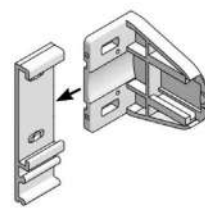

рис. 3
2. Вставить кронштейны MINI в накладные кронштейны. (рис.3).